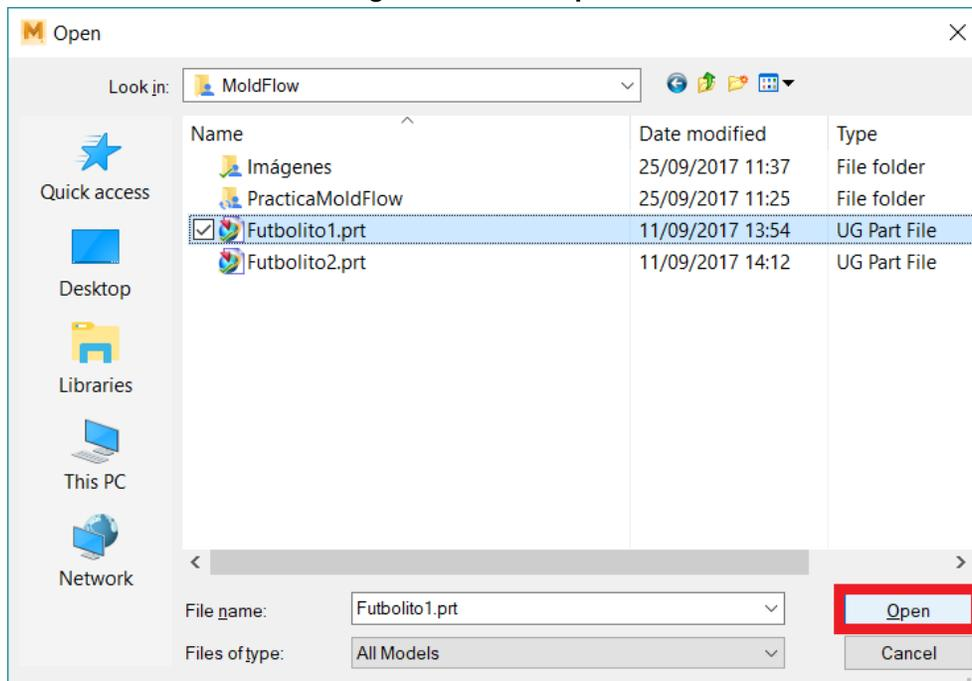

Figura 6.5 Abrir Futbolito1.prt
- Dar click en **Open** (Figura 6.5).